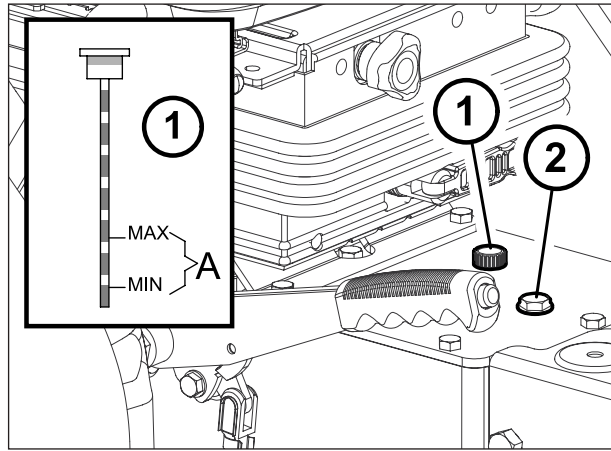

Fig. 89
### Nivel aceite: transmisión mecánica, circuito elevador y circuito de dirección (Fig. 89)
Con el tractor sobre terreno plano, motor parado y brazos elevador bajos, controlar que el aceite esté dentro de los límites indicados (1) Fig. 89. Si es necesario agregar aceite, quite el tapón (2) Fig. 89 y agregue aceite a través del agujero (2) Fig. 89.
- Extraer la varilla de control (1) Fig. 89